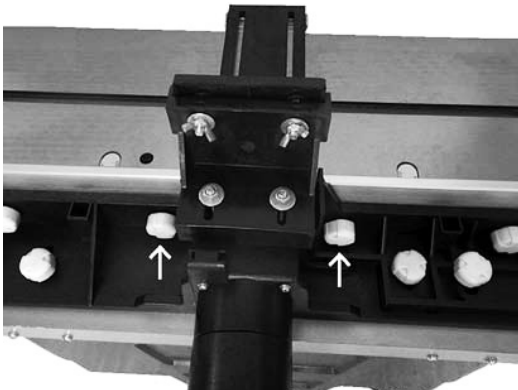

Fig. 10 : De freesaanslag monteren
3. Lijn de freesaanslag uit in de gewenste richting en draai de kunststof dopmoeren vast (afbeelding 10).